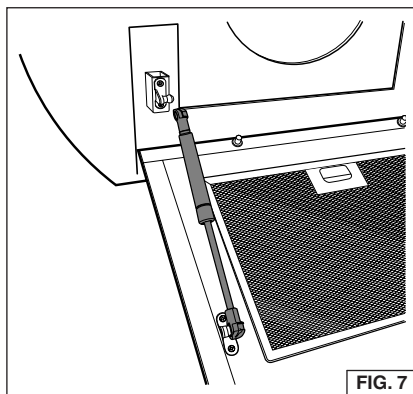

FIG. 7
2. Tirez chaque cylindre pour l'allonger. Fig. 7.